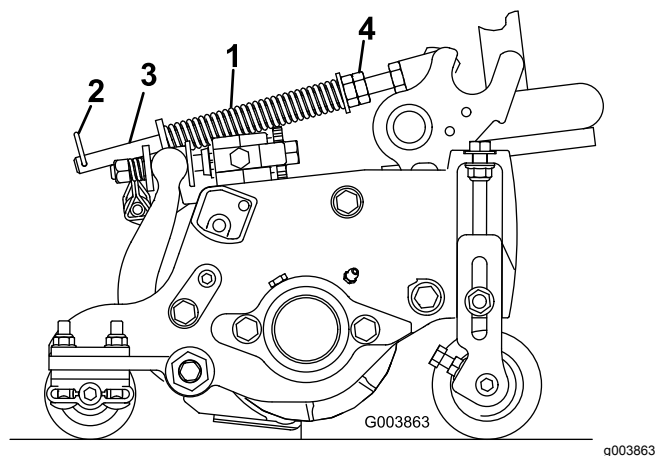

Рисунок 14
Пружина компенсации состояния грунта переносит вес с переднего на задний каток (Рисунок 14). Это препятствует образованию на грунте волнообразных неровностей (так называемых «волн» или «трясок»).
1. Убедитесь, что игольчатый шплинт вставлен в заднее отверстие штока пружины (Рисунок 14).
2. Затяните шестигранные гайки в передней части штока пружины так, чтобы сжатая длина пружины стала равна 12,7 см на машине с 5-дюймовыми режущими блоками или 15,9 см на машине с 7-дюймовыми режущими блоками (Рисунок 14).